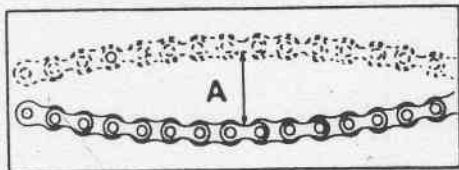

Fig. 23 - Tensione catena.
- la catena sia sempre tesa, il gioco che questa catena deve mantenere è di 30-35 mm. (A Fig. 23);